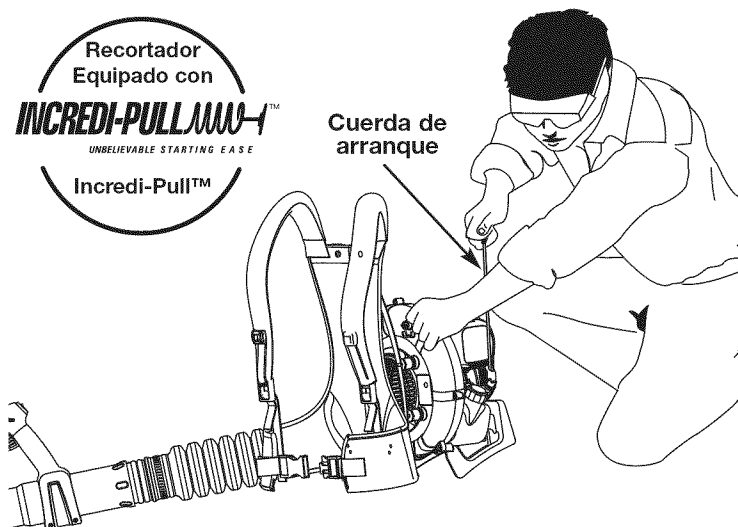

Fig. 17
ADVERTENCIA: Evite los arranques accidentales. Colóquese en posición de inicio cuando tire de la cuerda de arranque (Fig. 17). El operador y la unidad deben estar en una posición estable al arrancar la unidad para evitar graves lesiones personales. Para evitar lesiones personales graves, asegúrese de que los tubos de la sopladora estén colocados antes de hacer funcionar la unidad.
5. Colóquese en la posición de arranque (Fig. 17) y tire de la cuerda de arranque hasta que sienta un poco de resistencia. Esto es por lo general aproximadamente de 2 a 4 pulgadas. Tire de la cuerda 4 veces con movimientos suaves y rápidos.